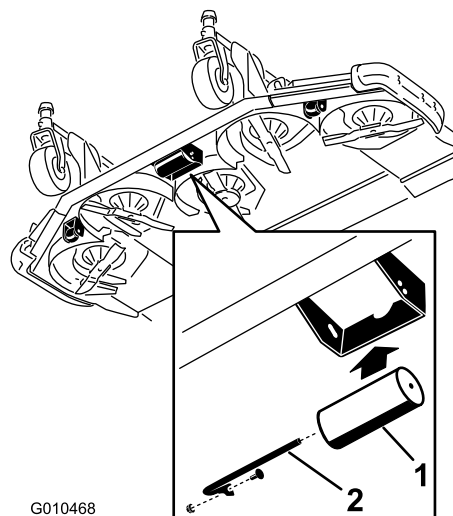

Рисунок 32
2. Извлеките вал из нижних отверстий кронштейна, совместите валик с верхними отверстиями и вставьте вал (Рисунок 32).